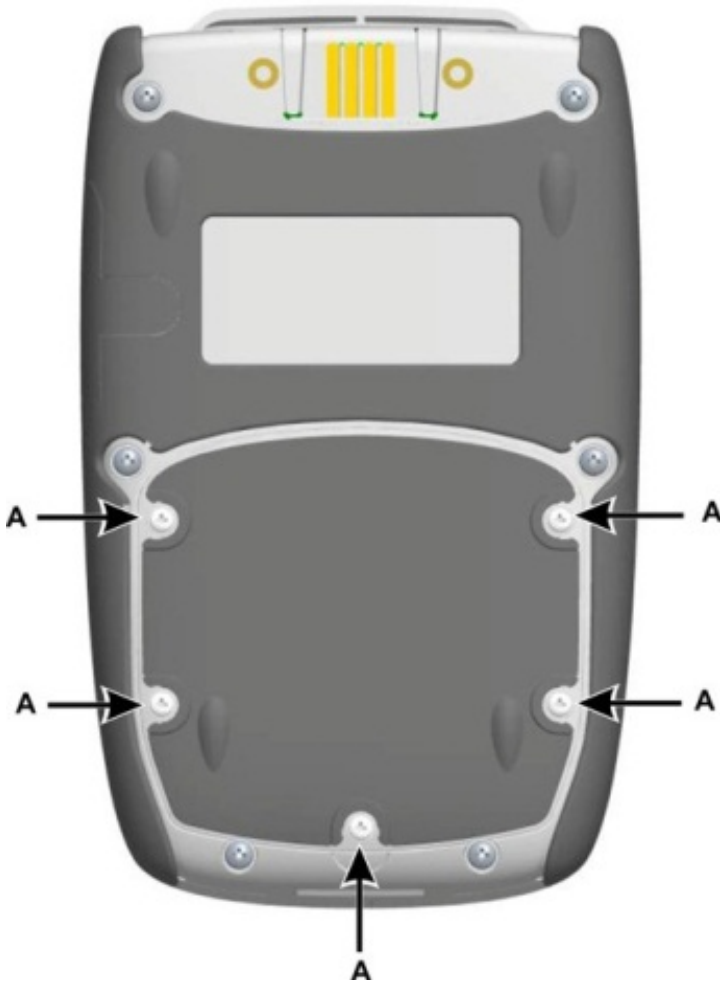

Abbildung 1-1
1. Entfernen Sie die fünf Pozidriv-Schrauben (**A**) (siehe Abbildung 1-1).